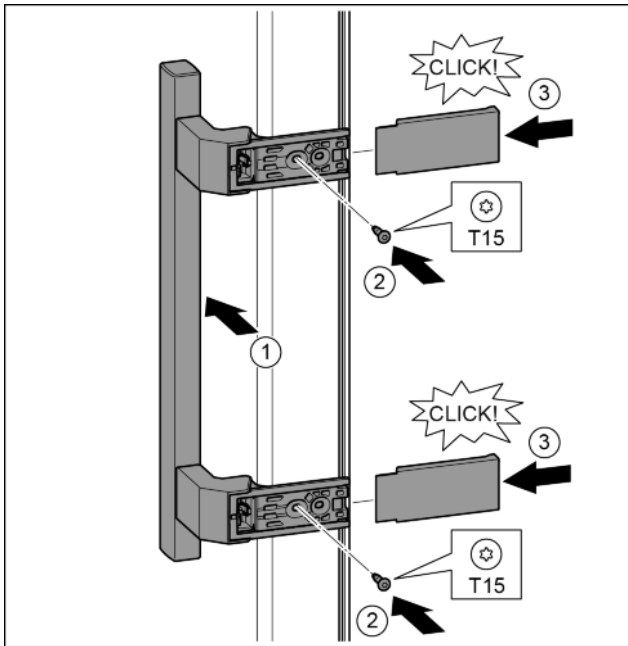

Fig. 16
- ▶ Poser la poignée sur le côté opposé. Fig. 16 (1)
- ▶ Serrer les vis avec un tournevis T15. Fig. 16 (2)
- ▶ Mettre en place les caches latéralement et les enclencher. Fig. 16 (3)